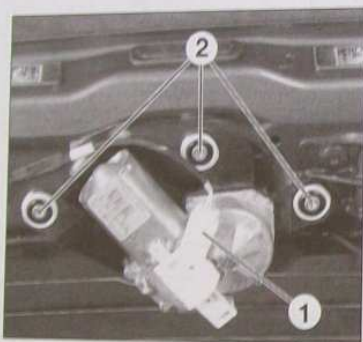

FIG.43
- Débrancher le connecteur du moteur d'essui-vitre (1) (Fig.43).
- Percer les trois rivets de fixation (2) du moteur d'essui-vitre et le déposer.